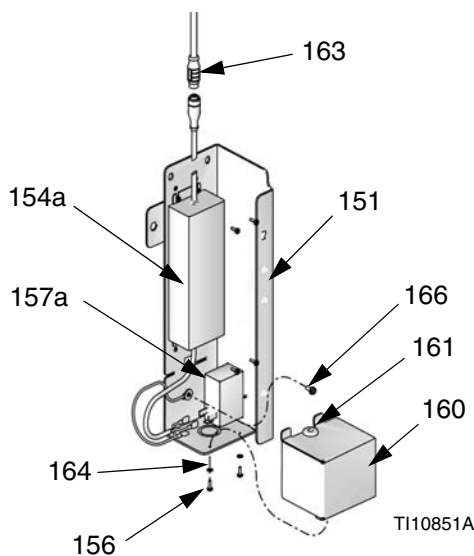

FIG. 38
2. Monte el módulo de entrada de corriente (157a) y el módulo de alimentación de 100-240 Vca (154a) en la abrazadera de soporte (151).
3. Monte en el cable de la CAN (509) el cable de salida de alimentación eléctrica. Vea FIG. 38.
- b. Conecte el cable amarillo a la línea (L).
- c. Conecte el cable azul a neutro (N).
5. Monte el tornillo de conexión a tierra (166) a través del terminal de ojal del cable espiral (verde) de tierra de la alimentación eléctrica y sujételo a la carcasa de la alimentación eléctrica (151).
6. Monte la placa de cubierta (160), los tornillos (156) y las arandelas (164).